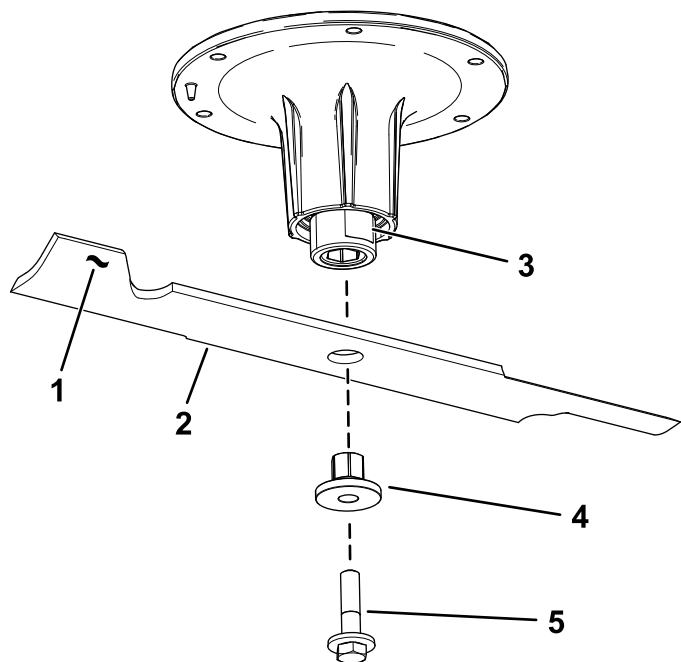

Figura 107
2. Retire a cavilha da lâmina, o casquilho, e a lâmina do eixo (Figura 107).